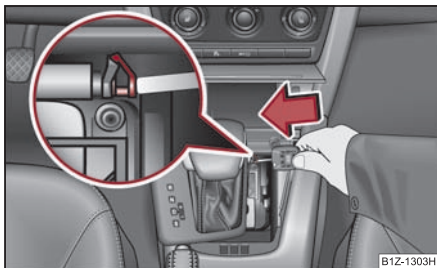

Fig. 158 Deblocarea de urgență a selectorului de viteze
- Cu un obiect subțire (de ex. cheia de contact) apăsați maneta din material sintetic ⇒ **fig. 158** spre stânga.